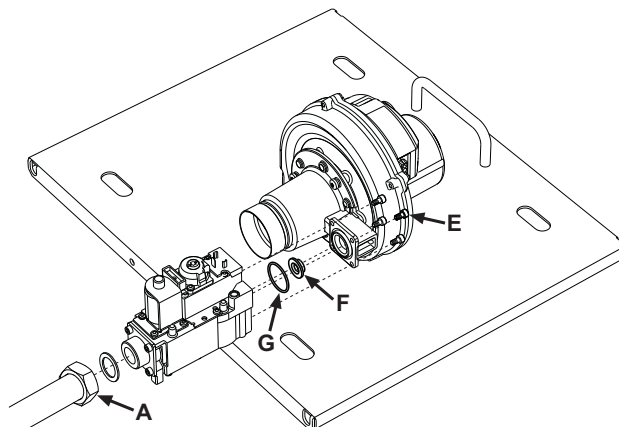
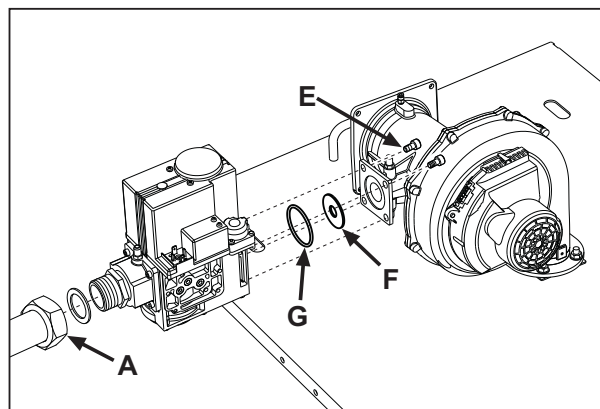
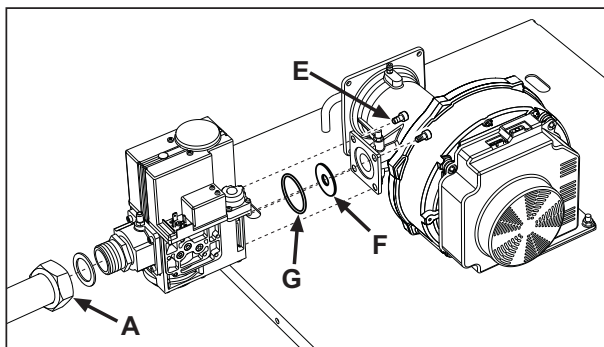

fig. 36 - Modèle QUADRIFOGLIO 125
fig. 37 - Modèle QUADRIFOGLIO 220
fig. 38 - Modèle QUADRIFOGLIO 320
4. Dévisser la rondelle "A" de fixation de la vanne à gaz (voir fig. 36, fig. 37 et fig. 38 pour les différents modèles).